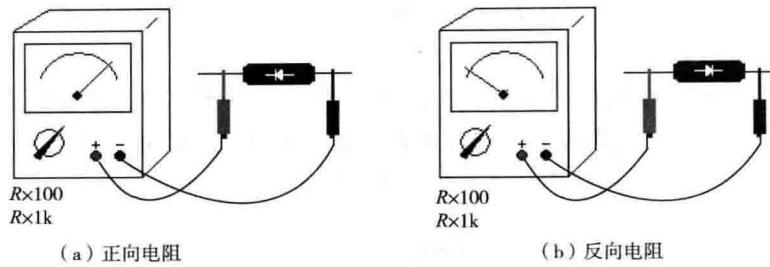
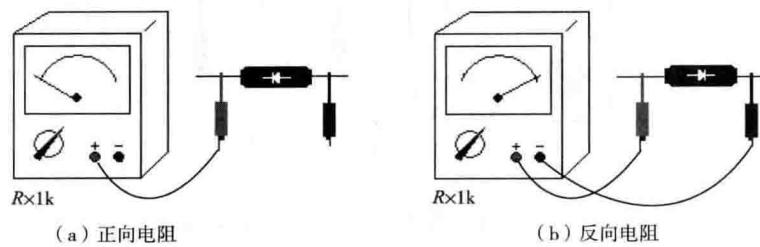

图1-4 判别二极管极性的方法一
图1-5 判别二极管极性的方法二
①用万用表  $R \times 100$  或  $R \times 1k$  挡测量二极管的正、反向电阻，如图 1-4 所示。锗点接触型的 2AP 型二极管正向电阻在  $1k\Omega$  左右，如图 1-4(a) 所示；反向电阻应在  $100k\Omega$  以上，如图 1-4(b) 所示。硅面接触型的 2CP 型二极管正向电阻在  $5k\Omega$  左右，反向电阻应在  $1000k\Omega$  以上。总之，正向电阻越小越好，反向电阻越大越好。但若正向电阻太大或反向电阻太小，表明二极管的检波与整流效率不高。如图 1-5 所示，若正向电阻无穷大（表针不动），说明二极管内部断路；若反向电阻接近零，表明二极管已击穿。内部断开或击穿的二极管均不能使用。